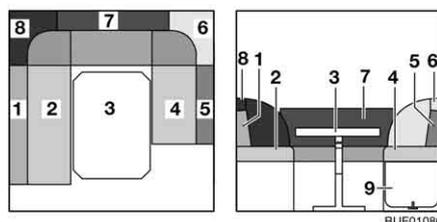

Fig. 107 Antes de la transformación
- Transformar la mesa (Fig. 107,3) en base de cama (véase apartado 6.12).
- Desbloquear la prolongación del armazón de cama (Fig. 107,9) y plegarla hacia arriba.